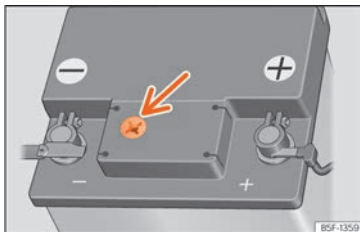

Abb. 189 Sichtfenster an der Oberseite der 12-Volt-Fahrzeugbatterie (Prinzipdarstellung).
- Prüfen Sie die Farbanzeige im runden Sichtfenster an der Oberseite der Batterie » » » **(Abb. 189)**.